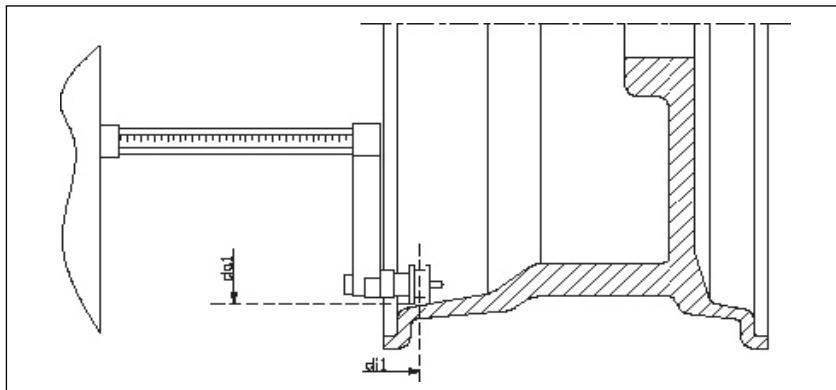

Рис. F3.7 - Автоматическое получение расстояния к внешней плоскости в типах программ ALS1 и ALS1
- 2) Выдвиньте датчик расстояния/диаметра и поместите его к внутренней плоскости. Точка контакта может отличаться в зависимости от того, была включена программа ALS1 или ALS2. См. рисунок F3.7 и F3.8;
- 3) Выдвиньте датчик расстояния / диаметра и поместите его на диск, к соответствующей внутренней плоскости, выбранной для установки балансировочного грузика. См. рисунок F3.7 для типа программы ALS1 и рисунок F3.8 для типа программы ALS2;